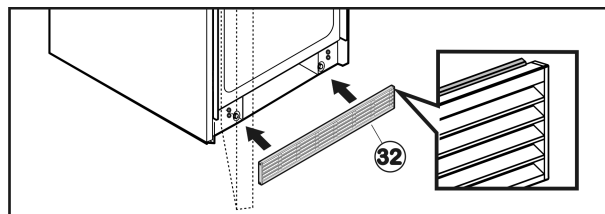

Fig. 35
- Monte la rejilla de aire inferior Fig. 35 (32) a ras del suelo de tal forma que el labio de goma quede en la parte superior. La rejilla se sujeta con imanes.